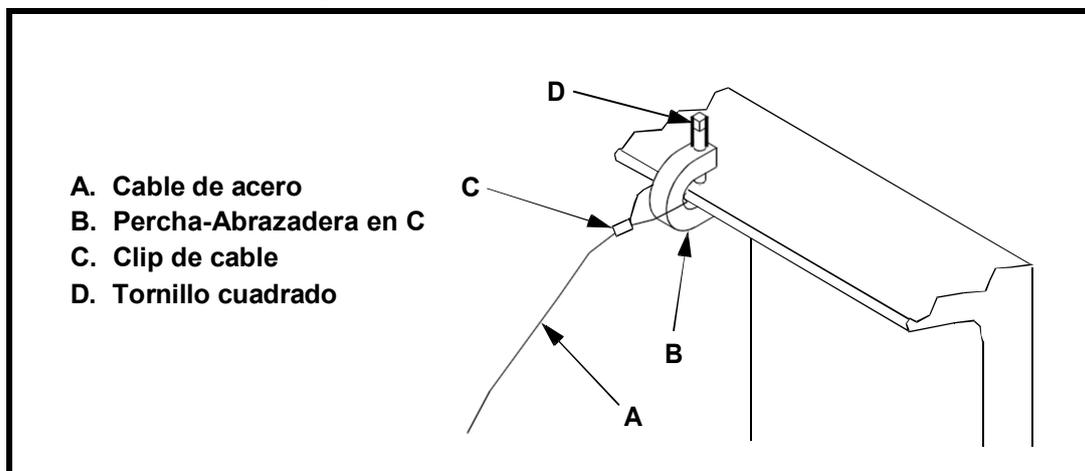

Figura 4. Instalando el Cable de Restricción
1. Enlace una extremidad del cable de suspensión (A, Figura 4) a través de la percha-abrazadera en C (B) y fíjelo con el clip de cable (C).